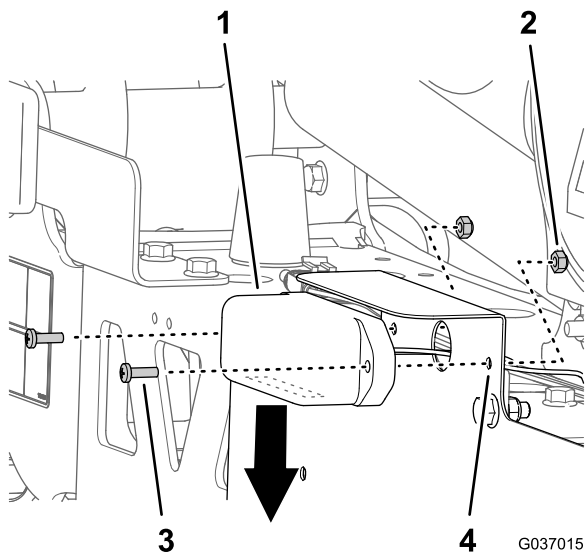

Figure 41
2. Alignez le verre de l'éclairage et les trous dans l'éclairage sur les trous dans le support de la plaque d'immatriculation (Figure 41).
3. Fixez l'éclairage au support (Figure 41) à l'aide des 2 vis (n° 10 x 5/8 po) et des 2 contre-écrous (n° 10).